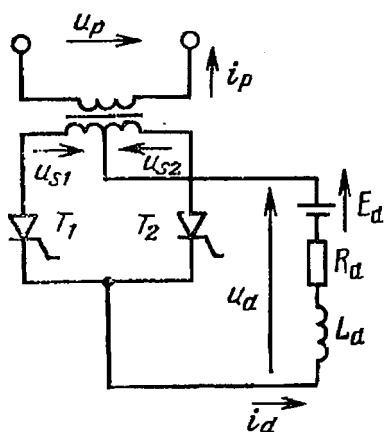

Рис. 8. Управляемый преобразователь со схемой 1Φ1Н2П
13. Резистор с сопротивлением $R_d = 0,2$ Ом и сглаживающий реактор с индуктивностью $L_d \approx \infty$ присоединены к цепи постоянного тока преобразователя со схемой соединения 1Ф1Н2П, работающего в инверторном режиме (рис. 8). Какой угол управления должен быть установлен, чтобы противо-ЭДС источника постоянного тока равнялась $E_d = 180$ В, среднее значение выпрямленного тока было 200 А. Напряжение вентильной полуобмотки трансформатора $U_s = 200$ В, $f = 50$ Гц, индуктивность